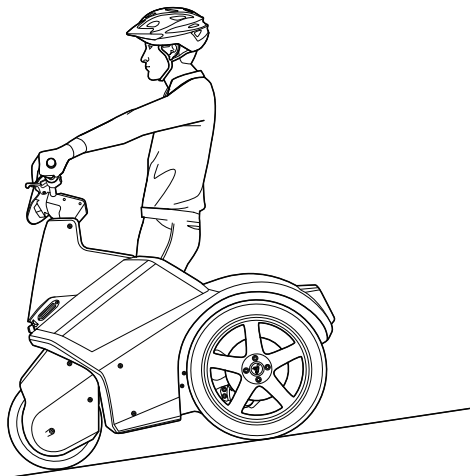

Figura 33: Inclinarsi leggermente indietro durante la discesa
- Durante la discesa occorre tirarsi leggermente indietro (**Figura 33**).